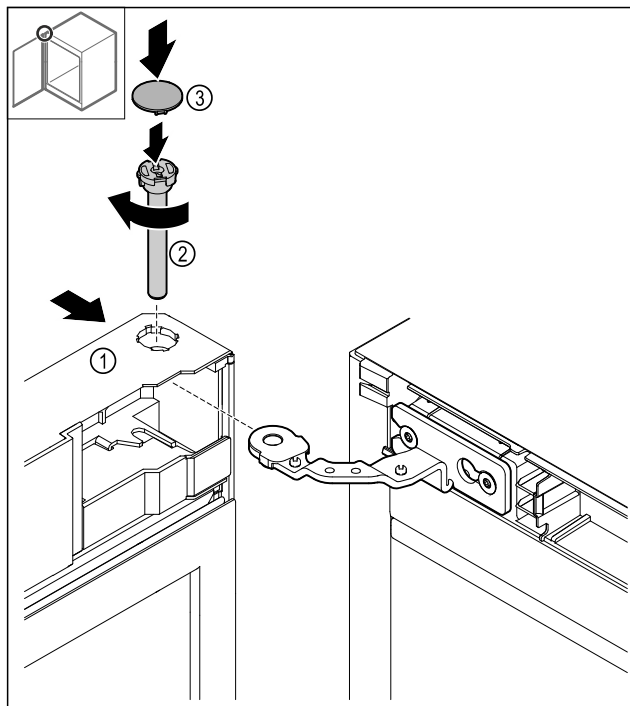

Fig. 51
- Felül tolja az ajtót Fig. 51 (1) a zsanérra.
- A csapot Fig. 51 (2) dugja be, és az óra járásával egyező irányban húzza meg.
- Helyezze fel a fedelet Fig. 51 (4).